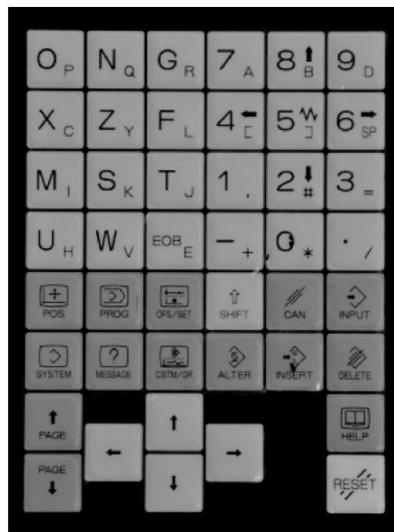

图 1-5 MDI 面板按键
1. 根据图 1-5, 找出表中对应的按键, 并根据 MDI 面板的布局, 将各按键的功能及作用填在下表内。